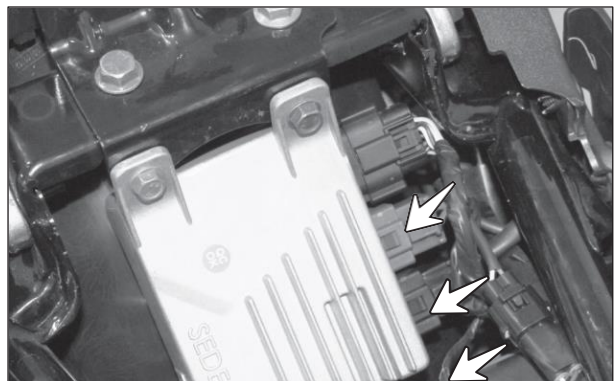

Fig. 5.26
- Desconecte todas las tomas de cableado conectadas a la unidad de control ISG. (Fig. 5.26)